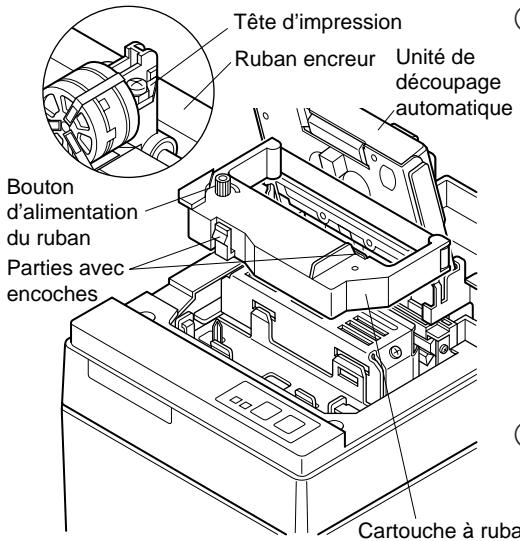

Fig. 4-10 Mise en place de la cartouche à ruban
④ Mettez la cartouche à ruban en place dans le sens indiqué dans la figure 4-10 et appuyez légèrement sur la cartouche afin qu'elle se mette en place. Si la mise en place de la cartouche n'est pas satisfaisante, appuyez sur la cartouche tout en faisant tourner le bouton d'alimentation du ruban de la cartouche dans le sens de la flèche.